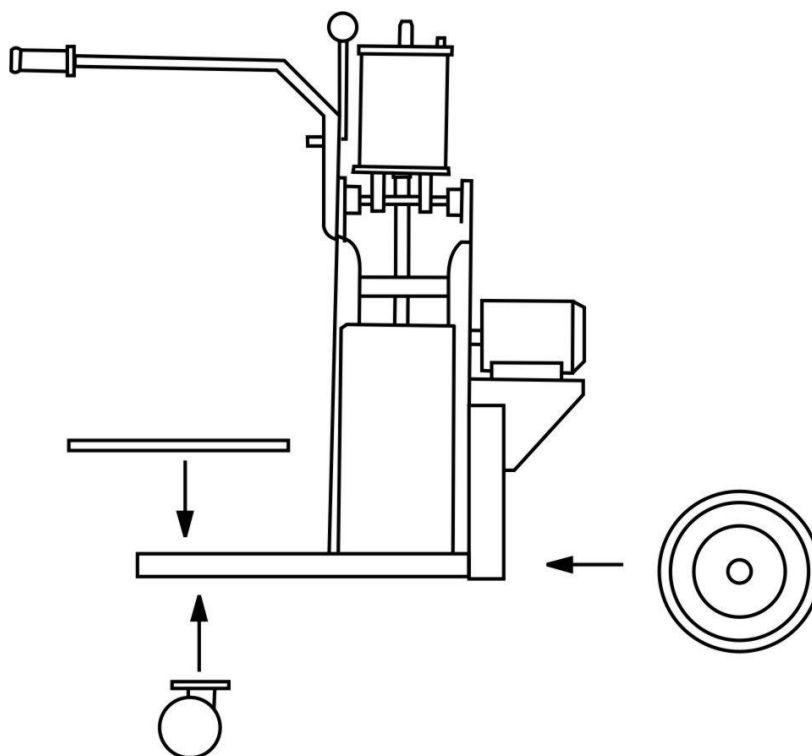

Рис.5
4.2 Соберите доильную установку из транспортировочного состояния в рабочее состояние. Для этого вам необходимо (рис.5) открутить болты, крепящие подставку бидона, вам откроется посадочное место для установки рулевого колеса, прикрутите его четырьмя болтами вставив их снизу (для того чтобы выступающая часть болта не мешала повороту колеса) затем установите подставку бидона на прежнее место и прикрутите ее. Далее прикрутите на два болта передние несущие колеса.